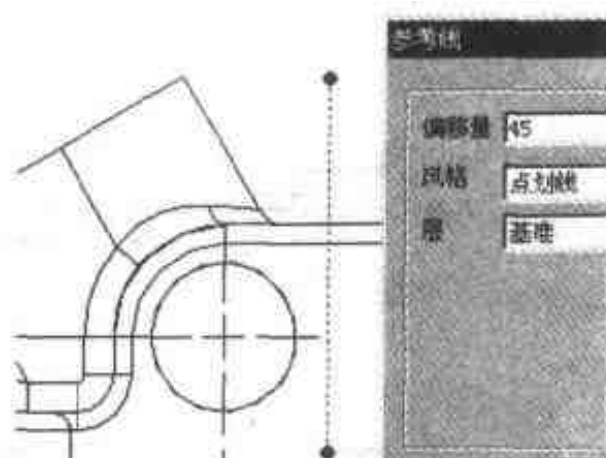

图 2.83 设置参考线
- (3) 右击参考线，选择【属性】命令，然后设置偏移量为 1.5，可以设置参考线的精确位置。还要将风格变为点划线，如图 2.83 所示。